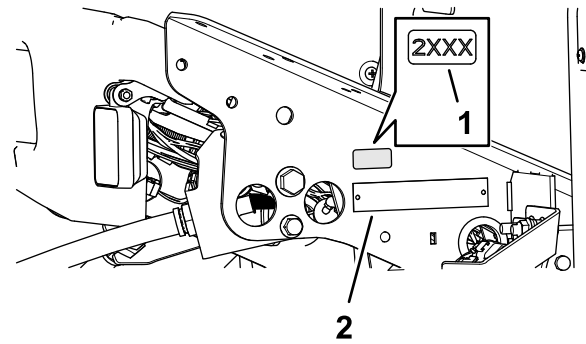

Figure 36
1. Avec de l'alcool à friction et un chiffon propre, nettoyez le support de plancher près de la plaque du numéro de série et laissez sécher le support (Figure 36).